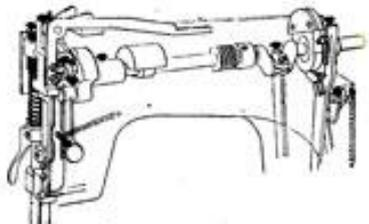

Рис. 17
7.1. Места смазки головки машины (рис. 17)
Места смазки головки машины (рис. 17)